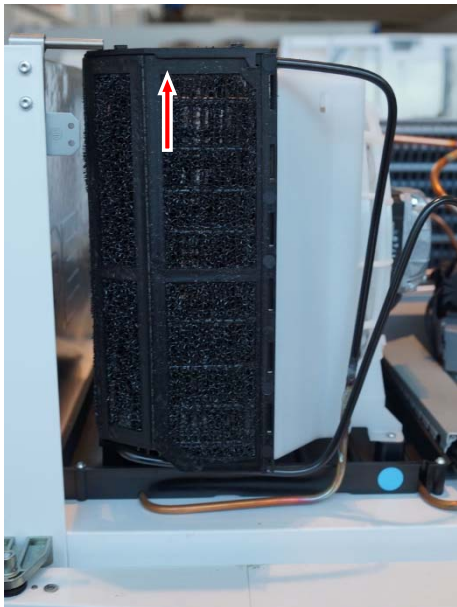

Fig. 5.4 /1
- Remove dust filter (**Fig. 5.4 /1**).